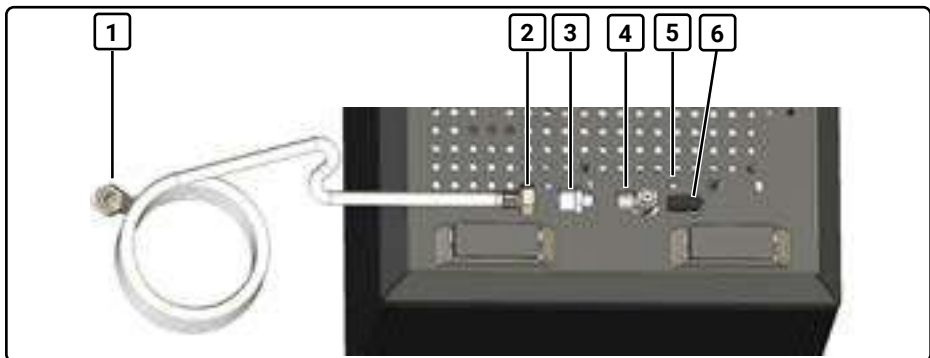

Abb. 5 Ansicht von unten: Drehventil in Festwasser-Stellung
2. Im Lieferumfang enthaltenen Wasseranschlussschlauch (2, Abb. 5) an Wasseranschlussstutzen (4, Abb. 5) an der Unterseite der Maschine anschrauben. Dafür Adapter (3, Abb. 5) verwenden.
4. Wasseranschlussschlauch (1, Abb. 5) an Wasserversorgung anschließen.
5. Drehventil (6, Abb. 5) in die Festwasser-Stellung (5, Abb. 5) bringen. Das Ventil zeigt zum Wasseranschlussstutzen (4, Abb. 5).